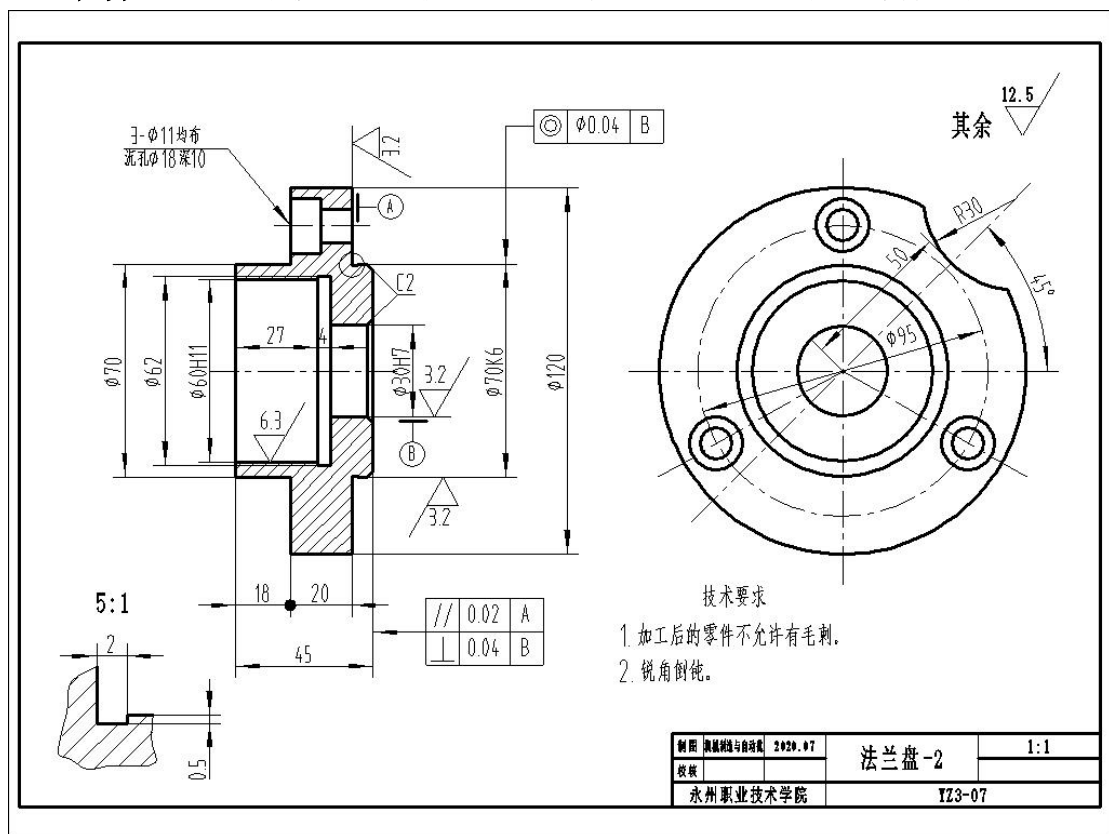

图 3-7 法兰盘-2 零件图
**任务 1：**识读法兰盘-2 零件图（如图 3-7 所示），根据零件图要求，利用三维设计软件正确绘制草图，选择合适的特征建模方法完成零件三维造型；